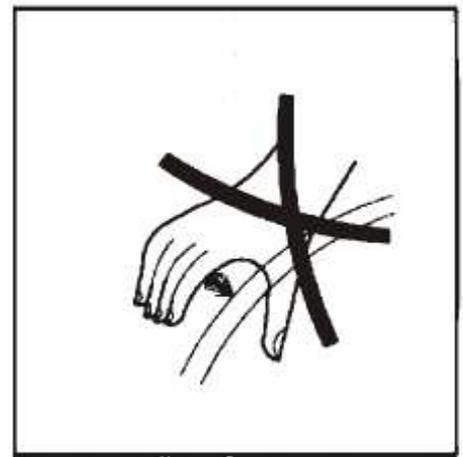

Fig. 2-7
**⚠ AVISO:** *O combustível ou fluído hidráulico sob pressão podem penetrar na pele ou nos olhos e causar sérios danos pessoais, cegueira ou até a morte. As fugas de fluído, sob pressão, podem não ser visíveis. Use um pedaço de cartão ou madeira para detetar fugas. Nunca use a sua mão desprotegida. Use óculos de segurança para proteção dos olhos. Se algum fluído entrar para a pele, DEVE ser cirurgicamente removido, no espaço de poucas horas, por um médico familiarizado com este tipo de lesão (fig. 2-7).*